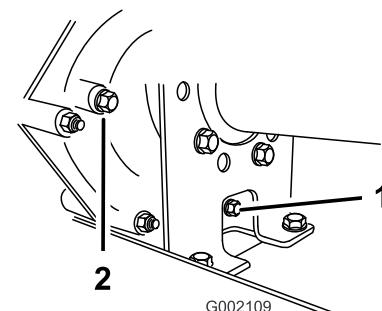
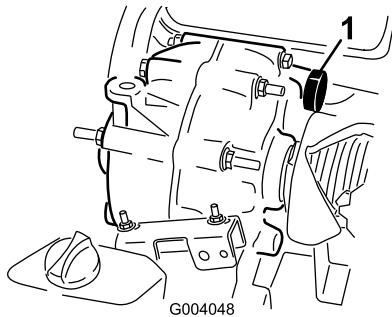

Figura 59
Figura 60
2. Limpie la zona alrededor de los tapones de vaciado y llenado con un trapo (**Figura 59**).
4. Retire el indicador girándolo en sentido antihorario (Figura 59).
5. Retire el indicador girándolo en sentido antihorario (Figura 59).
6. Instale y apriete el tapón de vaciado y la junta en el orificio de llenado de la transmisión (Figura 59).
7. Llene el depósito (Figura 60) a través del orificio de llenado con aproximadamente 1,4 litros de fluido del tipo especificado, hasta que el nivel de fluido de la transmisión esté enrasado con el borde inferior de la rosca. (Figura 59).
8. Instale y apriete el tapón y la junta en el orificio de llenado de la transmisión (Figura 59).
10. Compruebe el nivel de fluido y añada más si el nivel de fluido está por debajo de las roscas del orificio de llenado (Figura 59).